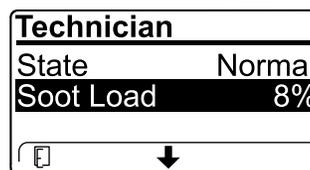

Figura 57
- Vea la carga de hollín que se mide como porcentaje del hollín del DPF (Figura 57); consulte la tabla de carga de hollín.